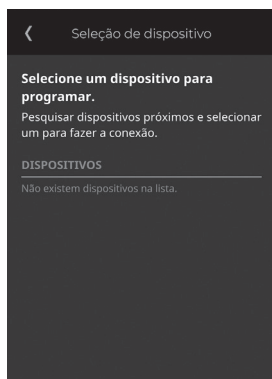

Figura 7A - Tela conexão bluetooth
5. O aplicativo solicitará a conexão com o VFD EH disponível no local. Para isso, habilite o Bluetooth 4.0 (BTLE) do seu dispositivo e clique em **PESQUISA** para encontrar o produto, conforme Figura 7A.